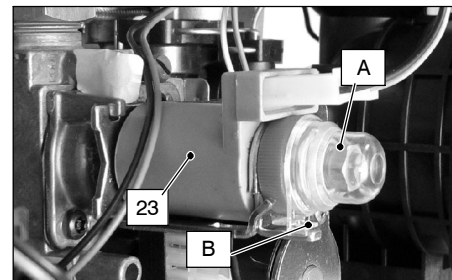

fig. 7.1
12 Rimontare il cappuccio di protezione "A" fig. 7.1
- 6 Rimuovere il cappuccio di protezione "A" dell'operatore modulante 23 in fig. 7.1 ruotandolo in senso orario per liberarlo dal fermo "B" e facendo leva con un cacciavite piatto nella scanalatura.